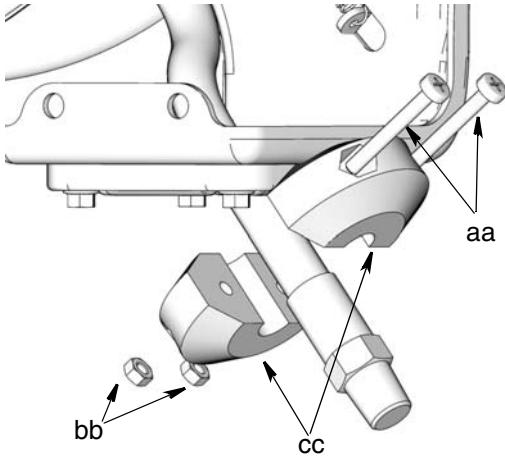

ABB. 20
4. Entnehmen Sie den Schlauchstopper vom Schlauchende und bewahren Sie alle diese Teile gut auf, um sie später wieder in den neuen Schlauch einzubauen (ABB. 20).